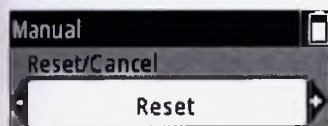

Рисунок D28.
8. Дополнительная функция: Значение объема на дисплее может быть сброшено на 0 в любой точке нажатием клавиши (**Reset/Cancel**) (**Сбросить на 0/Отменить**). Появляется окно выбора **Reset/Cancel** (**Сбросить/Отменить**) (Рисунок D28). Выберите **Reset** (**Сбросить на 0**) с помощью клавиш и нажмите (**Done**) (**Готово**).
9. Дополнительная функция: Текущую последовательность дозирования можно прервать, нажав кнопку (**Reset/Cancel**) (**Сбросить на 0/Отменить**). Появляется окно выбора (**Reset/Cancel**) (**Сбросить/Отменить**) (Рисунок D28). Выберите **Cancel** (**Отменить**) с помощью кнопок и нажмите (**Yes**) (**Да**), чтобы отменить последовательность дозирования. На экране дисплея появится "Purge" («Очистить»). Для выполнения дозирования нажмите **trigger** (пусковую кнопку).